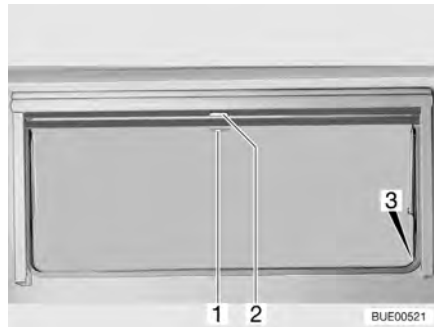

Bild 58 Överkantshängda fönster
- Drag ned mörklägningsrullgardinen med handtaget (Bild 58,2). När mörklägningsrullgardinen dras ned helt fäster man det i spärrarna (Bild 58,3) på båda sidorna på fönsterkarmen.
- När mörklägningsrullgardinen är helt neddragen: Tryck ned handtaget (Bild 58,2) och drag det något inåt. Nu kan man ta loss mörklägningsrullgardinen ur spärrarna på båda sidorna av fönsterkarmen.
- När mörklägningsrullgardinen inte är helt neddragen: Drag handtaget (Bild 58,2) lätt nedåt tills spärren släpper.
- Drag ner insektsnätet med handtaget (Bild 58,1) och fäst det i spärrarna (Bild 58,3) på båda sidorna av fönsterkarmen.
- Tryck ned handtaget (Bild 58,1) och drag det något inåt. Lossa insektsnätet ur spärrarna på båda sidorna av fönsterkarmen.